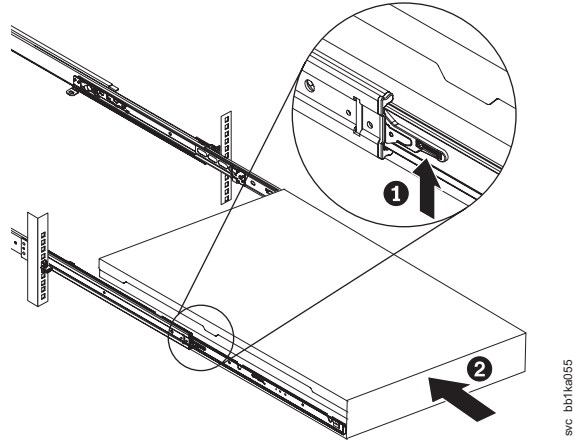

図 29. ラックのスライド・レールの SAN ボリューム・コントローラー 2145-CF8 ロック・レバーを上げる
8. スライド・レール上のロック・レバー (48ページの図29の **1**) を上げて、サーバー **2** を、所定の位置にカチッと音を立てて収まるまで、ラック内に完全に押し込みます。